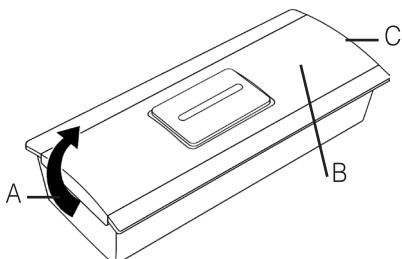

Figura 3: Pulsante di chiamata
- Rimuovere come prima cosa la facciata di plastica sollevando un lato della scatola (figura 3 A). Utilizzare un piccolo cacciavite eventualmente.